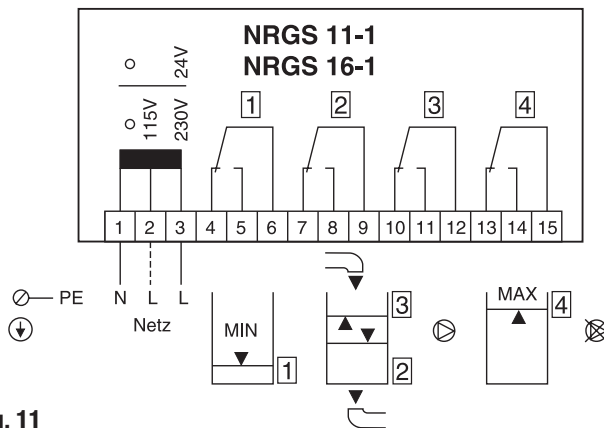

Fig. 11
1. Prüfen Sie, ob das System gemäß Anschlussplan verdrahtet ist. **Fig. 11**